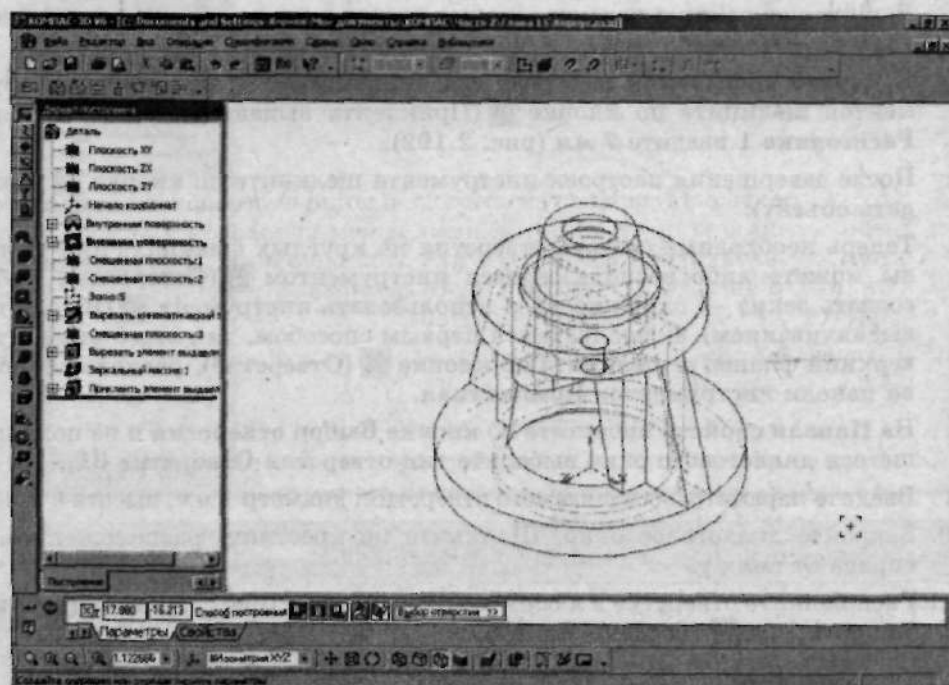

Рис. 2.193. Разместите отверстие на верхнем фланце
11. Расположите отверстие в любом месте на фланце (рис. 2.193) и щелкните по кнопке (Создать объект).